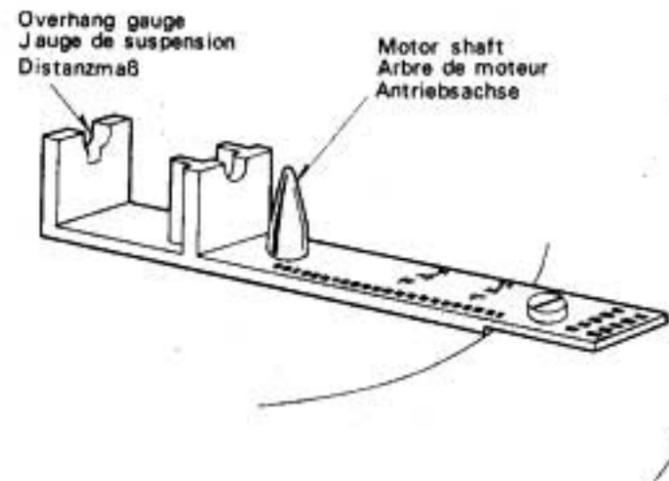
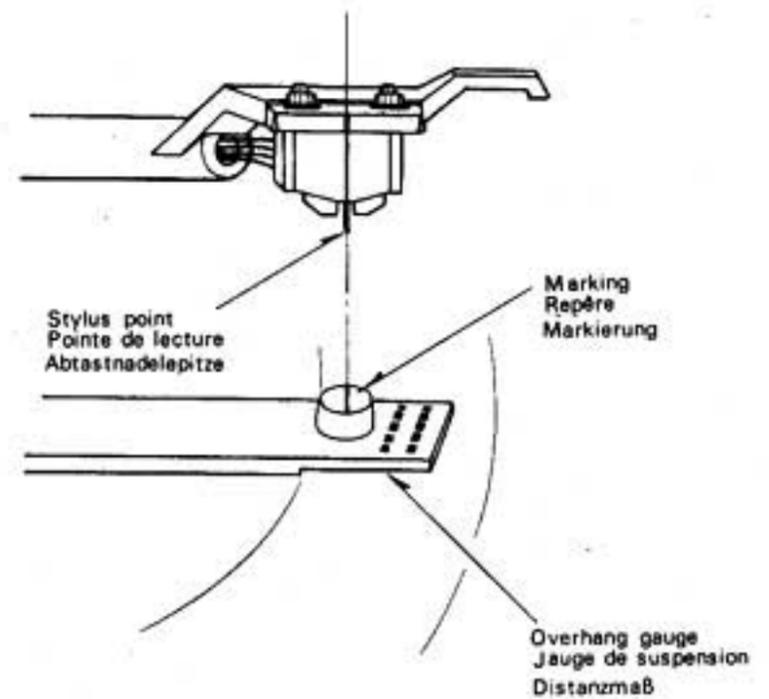

Fig. 24 Abb. 24
Fig. 25 Abb. 25
① Place the overhang gauge centering its hole on the motor shaft with the turntable mat on as shown in Fig. 24.
② Turn on () the power switch.
③ Make sure the cueing lamp is off. If it is lit, press the lifter button to lift the arm.
④ Turn the anti-skating knob to zero. (Bring the "0" position to the pointer line.)
⑤ As illustrated in Fig. 25, move the tonearm so that the stylus point lies exactly over the marking on the overhang gauge as observed from the front of cartridge.
① Placez la jauge de suspension en centrant son orifice sur l'arbre du moteur, tandis que le plateau du tourne-disque est placé comme l'indique la Fig. 24.
② Mettez en marche (■) l'interrupteur général.
③ Assurez-vous que la lampe de signalisation soit éteinte. Si elle est allumée, appuyez sur le bouton du lève-bras pour soulever ce dernier.
④ Tournez le bouton de correction de force centripète sur zéro. (Amenez l'indication "0" sur la ligne de repère)
⑤ Comme l'illustre la Fig. 25, amenez le bras de lecture, de façon que la pointe vienne exactement au-dessus du repère sur la jauge de suspension, en observant à partir du devant de la tête de lecture.
① Setzen Sie das Distanzmaß mit seiner Öffnung zentrisch auf die Antriebsachse. Die Gummimatte bleibt dabei auf dem Plattenteller liegen (siehe Abb. 24).
② Betätigen Sie den Netzschalter (■).
③ Achten Sie darauf, da die Signallampe (cueing) nicht aufleuchtet. Sollte die Lampe aufleuchten, drücken Sie die Lift-Taste zum Anheben des Tonarm-Lifts.
④ Drehen Sie die Antiskating-Einrichtung auf 0 (0-Marke an der Bezugslinie).
⑤ Wie in Abb. 25 dargestellt, justieren Sie den Tonarm so, daß die Abtastnadelspitze sich genau über der Markierung am Distanzmaß befindet. Schauen Sie dabei bitte auf die Vorderseite des Tonabnehmer-Systems.